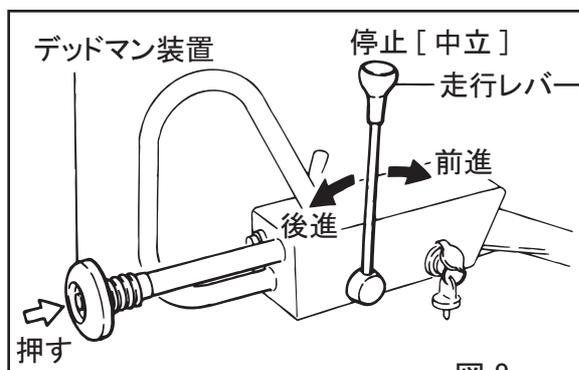

図 8
- 走行レバーを後進にし、デッドマン装置を押し走行レバーが中立位置に戻る事を確認します。(図8)
- 走行レバーをわずかに前方へ押すと、ローラーは微速前進します。さらに押すと速度があがります。走行レバーの動かし方で速度を 0 ~ (前後進とも)の範囲で無段変速できます。走行レバーを手前に引くと後進します。(図 8)